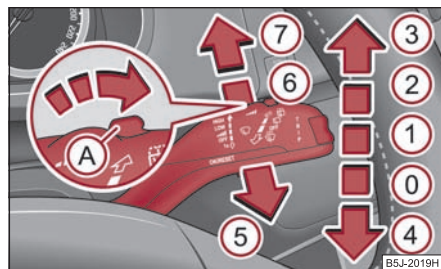

Fig. 56 Manette des essuie-glaces
La manette des essuie-glaces ⇒ fig. 56 peut être mise sur les positions suivantes:
- Ecartez la manette du volant pour la mettre sur la position ⑥ ⇒ fig. 56, l'essuie-glace intervient toutes les 6 secondes.
Les phares sont nettoyés après un lavage sur cinq du pare-brise à condition que les feux de croisement ou les feux de route soient allumés et que la manette des essuie-glaces soit maintenue une 1 seconde environ sur la position (5) ⇒ page 61, fig. 56.